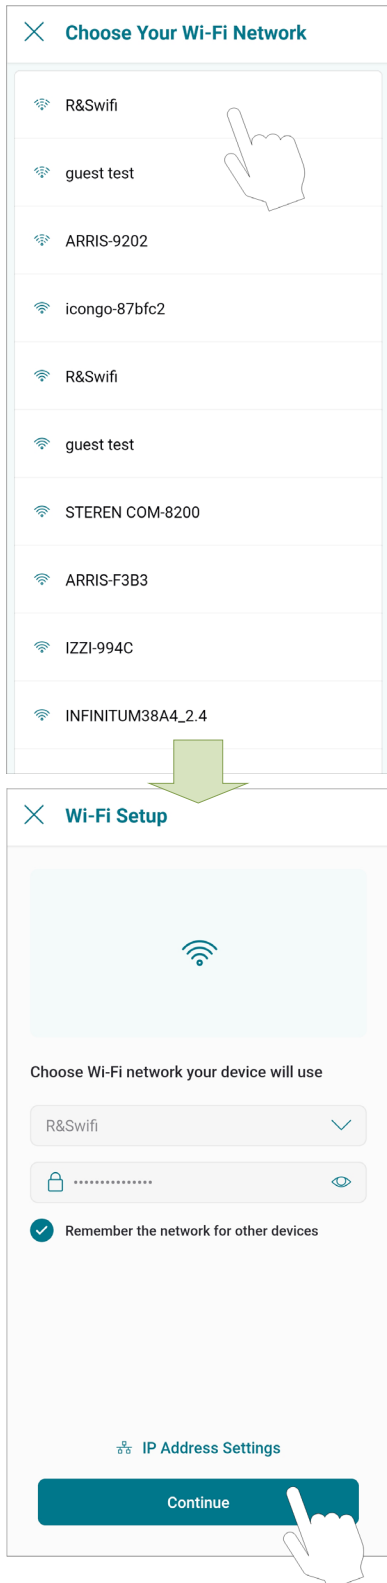

Figure 87. Configuration Wi-Fi
6. L'écran Configuration Wi-Fi (Wi-Fi Setup) s'affiche. Sélectionnez ou entrez le réseau Wi-Fi auquel vous souhaitez connecter votre appareil et saisissez le mot de passe réseau, voir **Figure 87**.